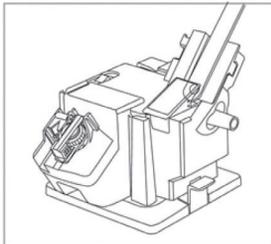

Рис. 2
**6.1.2** Положите стамеску, зубило или лезвие на суппорт для лезвий. Магниты 10 (Рис. 1) удерживают лезвие в нужном положении. (Рис. 2).